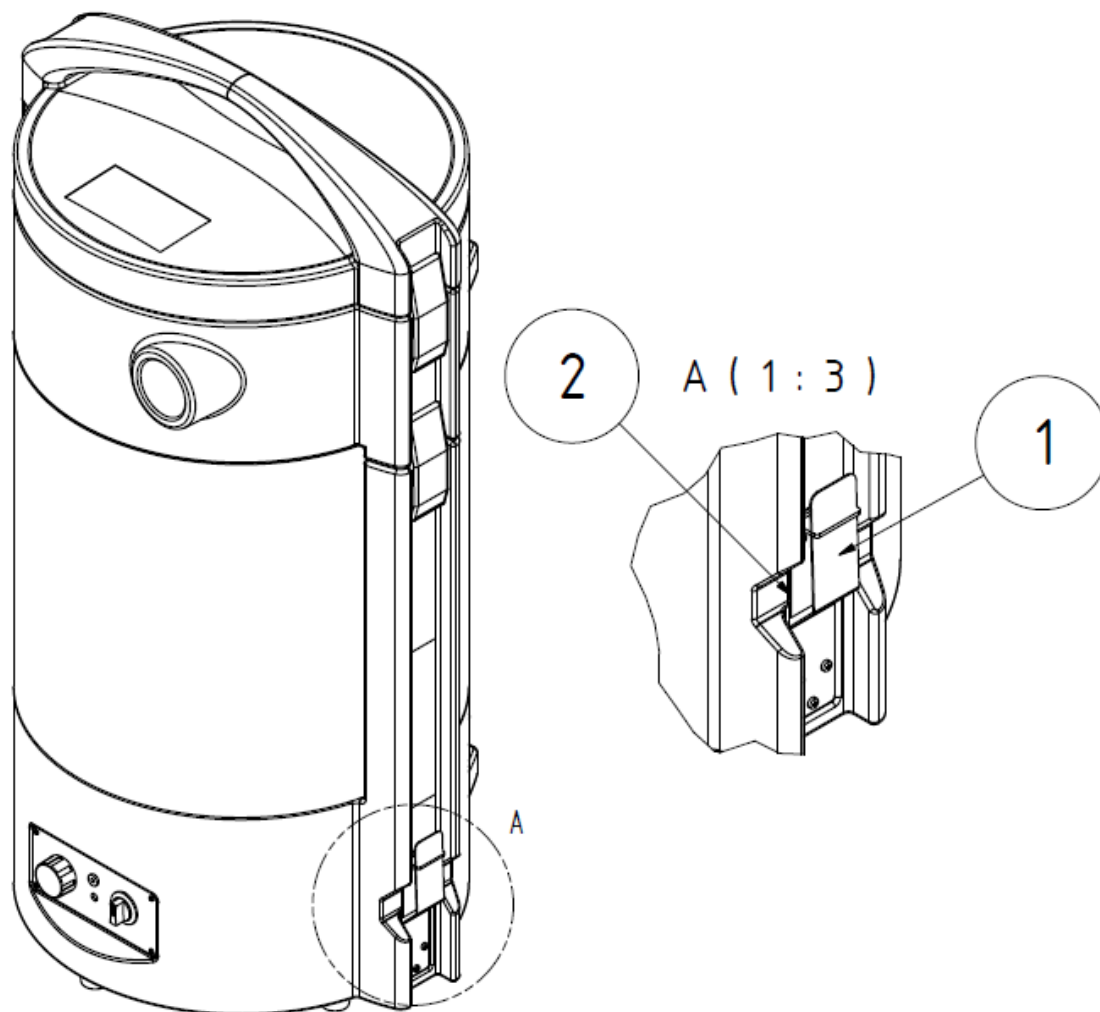

Рисунок 4, Автоматика запуска-останова
После обнаружения датчиком (рис. 4) тока в кабеле заземления аппарат включается и прекращает работу только после завершения сварочного процесса и короткого времени выбега.
- Отведите внутренний зацеп пружины (рис. 4, поз. 1) настолько, чтобы заземляющий кабель сварочного аппарата можно было проложить между накладной пластиной (рис.4, поз. 2) и внутренним зацепом пружины.